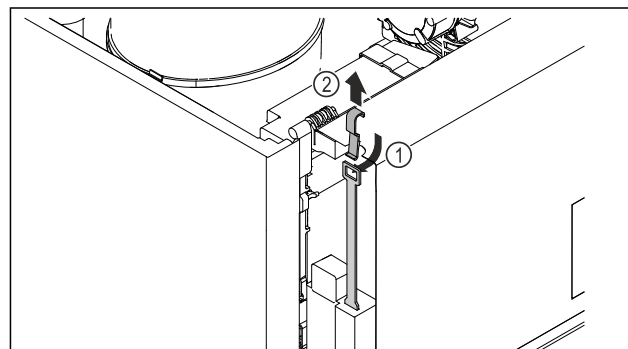

Fig. 207
- Du haut, insérer la clé de déverrouillage d'urgence Fig. 207 (1), l'accrocher au verrou et la tirer vers le haut Fig. 207 (2).